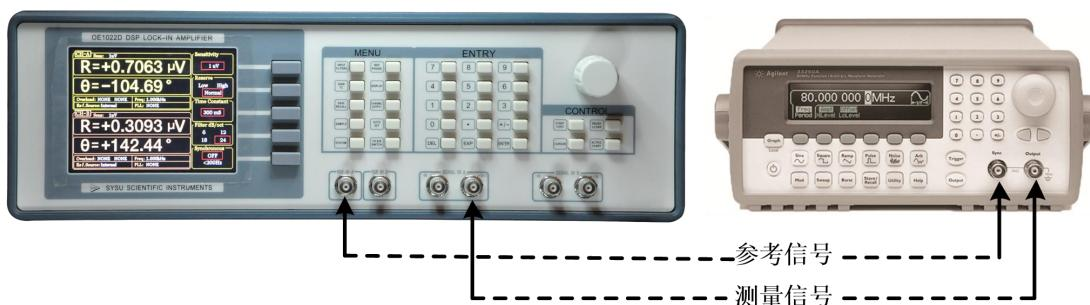

图 95. 信号线连接图
2. 用一条带 BNC 接头的信号线连接函数信号发生器的输出接口和 OE1022D 前面板 A 通道 SIGNAL IN 的 IN+接口，用另一条带 BNC 接头的信号线连接函数信号发生器的参考信号接口和 OE1022D 前面板 A 通道的 REF IN 接口，如图 95 所示：